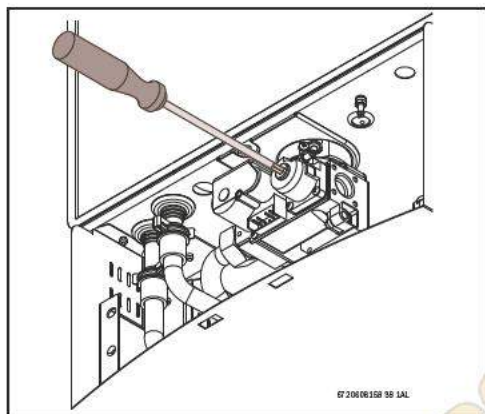

Рис. 45 Регулировка уровня P2 CO2
- ▶ Установите на место защитную утепленную крышку, Рис. 45 .